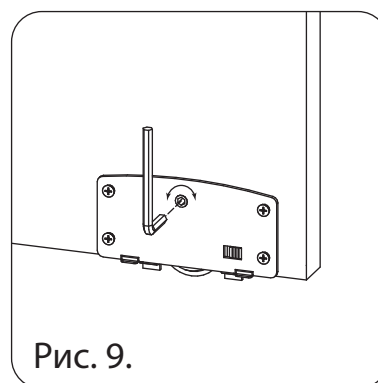

Рис. 9.
6. Произведите регулировку фасадов при помощи комплектного шестигранного ключа (см. рис. 9), так чтобы расстояние между фасадом и дном было равно расстоянию между фасадом и крышей, в то же время расстояние от фасада до боковины шкафа должно быть одинаковым по всей высоте фасада.